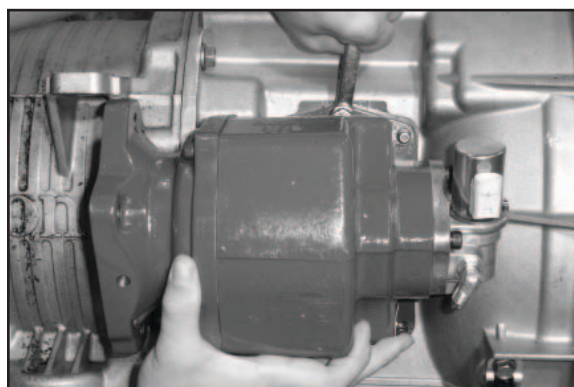

Fig. 6
6. Coloque la TDF y asegúrela con el perno superior provisto (**Fig. 6**).